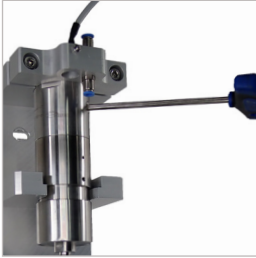

Figure 6
- ▶ Tournez l'actionnement excentrique (pos. 2) de 180° à l'aide d'une clé Allen SW6 (Figure 6)